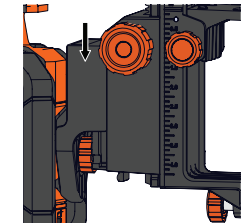

Figure 5 / Figure 5 / Figura 5
5. With laser attached to the quick connector, slide quick connector onto track mount until it clicks into place. See figure 5.
5. Une fois le laser fixé au raccord, faites glisser le raccord sur l'accessoire de montage sur rail jusqu'à ce qu'il s'enclenche. Voir figure 5.